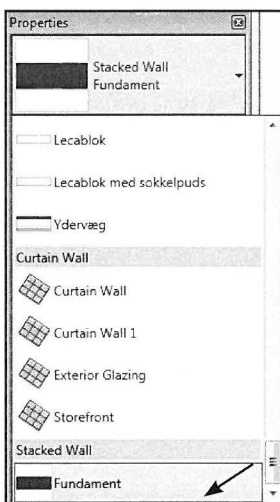

Fig. 14.45. Skift alle vægge til typen: *Fundament* under *Stacked Wall*.
- Gå i *Properties* og find væggen vi lige har opbygget nederst på listen under *Stacked Wall* (Fig. 14.45).